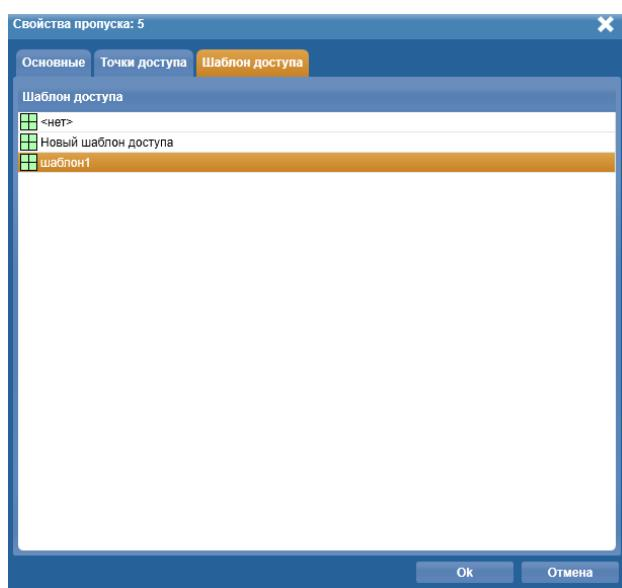

Рисунок 13. Окно Свойства пропуска закладка Шаблон доступа
6) Для каждой точки доступа, по крайней мере, для тех, которые отмечены, выбрать временные критерии прохода, используя поле развертывающегося списка под списком точек доступа. Временные критерии прохода создаются во вкладке ГК **СКД** (2.4.12). Для разных типов точек доступа доступны либо оба временных критерия для входа и для выхода, либо только временной критерий для входа, в случае однопроходной точки доступа (Рис. 13а).
7) Если требуется применение настроек прав доступа из шаблона доступа, то нужно перейти на вкладку **Шаблон доступа** (Рис. 13) и в поле списка шаблонов выбрать один из доступных шаблонов (процесс создания шаблонов доступа описан в пункте **Добавление шаблона доступа** настоящего руководства). Шаблон доступа может быть использован в случае, когда новому сотруднику выдается пропуск с доступом в помещения общего пользования (столовая, гардероб и т.д.). В этом случае все настройки шаблона доступа будут применены к создаваемому пропуску. Однако если у пропуска уже указана точка доступа, то проход будет осуществляться в соответствии с этой точкой доступа.
Рисунок 13а. Окно **Свойства пропуска** закладка **Точки доступа**